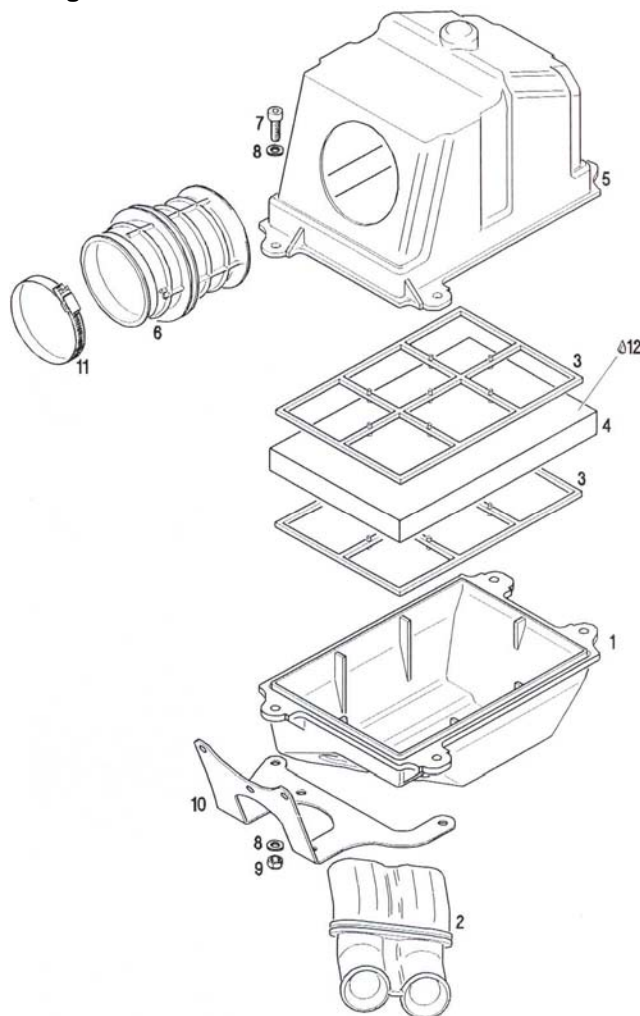

Fig.9
- ◆ **Nota:** La abrazadera (5) de diámetro más grande es para la posición en la cubierta de la tapa de la cabeza del motor.
- ⇒ Asegure las mangueras de refrigerante con las abrazaderas (4) en el radiador y en el motor.
- ⇒ Instale la bomba de gasolina con los dos tornillos allen M6 x 20 y dos tuercas de seguridad en la parte de abajo del soporte (10, fig. 9), de manera que la conexión de la línea de impulsión (1) apunta hacia abajo y la línea de suministro de gas (2) (flecha en el cuerpo de la bomba) apunte hacia el asiento del piloto.
- ⇒ Corte dos tramos de manguera de gasolina que viene incluida y conéctela en la conexión del impulsor inferior (1) y en la conexión de la salida (3) (flecha en el cuerpo de la bomba).
- ⇒ Después conecte el soporte (10, fig. 9) en el cilindro usando los tres tornillos inferiores del soporte del carburador. Apriételos a 6 Nm / 53 lb pulg.
- ⇒ Conecte la salida del tanque de gasolina con la entrada (2) de la bomba de gasolina
⇒ Ensamble los componentes del silenciador como se muestra (fig. 9) y junte las dos mitades del silenciador con los tornillos allen, arandelas planas, tuercas de seguridad y placa de soporte (10) que vienen incluidos.